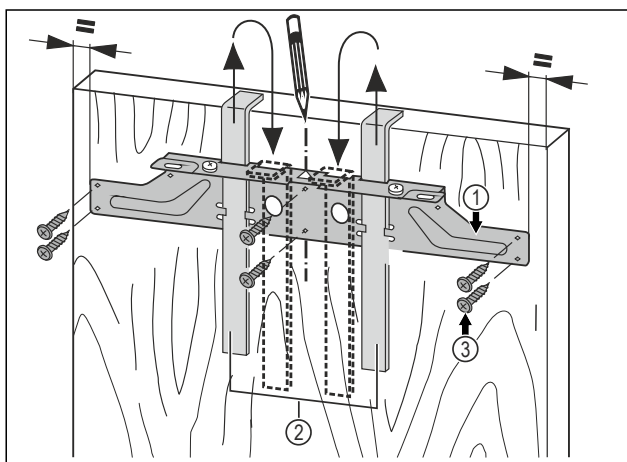

Fig. 42
- ▶ Varni traversën e mbërthimit Fig. 42 (1) me ndihmëse e montimit Fig. 42 (2) mbi anën e brendshme të derës së mobilies.
- ▶ Niveloni traversën e mbërthimit Fig. 42 (1) në mes të derës.
- ▶ Mbërtheni traversën e mbërthimit Fig. 42 (1) me të paktën 6 vida Fig. 42 (3).
- ▶ Mbërtheni traversën e mbërthimit Fig. 42 (1) me 4 vida Fig. 42 (3) në anë.
- ▶ Nxirrni jashtë ndihmëset e montimit Fig. 42 (2) nga lart dhe futini të rrotulluara në vrimat e futjes që gjenden anash.